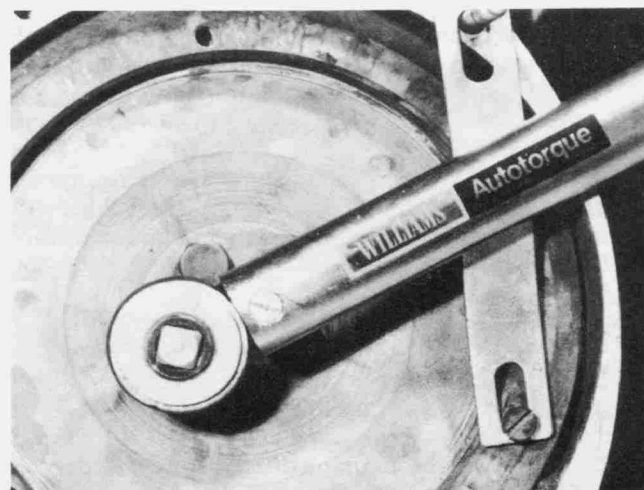

Bild 74
- Das Schwungrad wie abgebildet mit einem Haltebügel blockieren und die Schwungradschrauben mit dem vorgeschriebenen Anzugsdrehmoment festziehen (Bild 74).